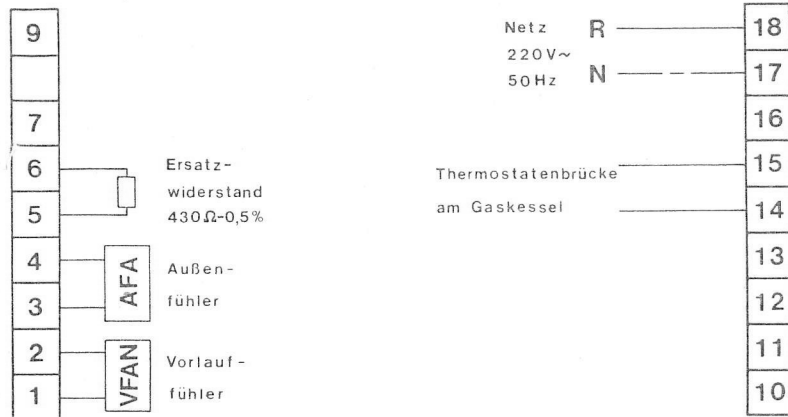

Bild 5 Anschlußschema zu 2.1.1
2.1.1 Witterungsabhängige Vorlauftemperaturregelung ohne Fernbedienung Bild 5